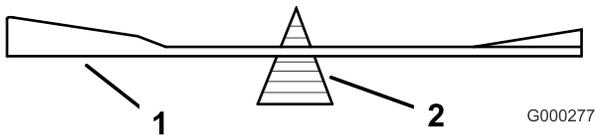
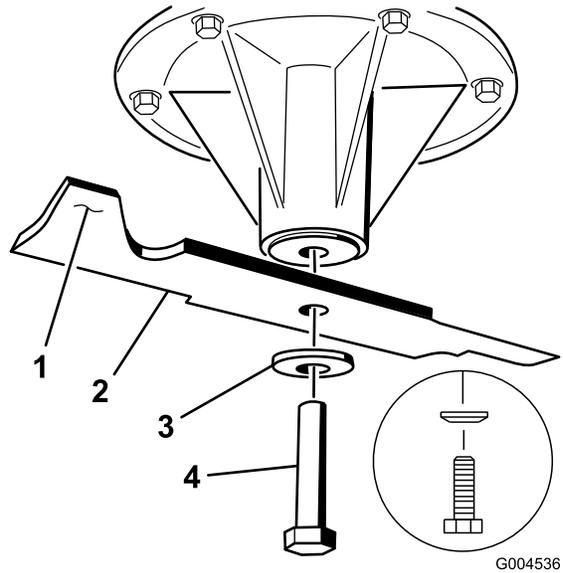

Figure 93
Figure 94
2. Vérifiez l'équilibre de la lame en la plaçant sur un équilibreur (Figure 93). Si la lame reste horizontale, elle est équilibrée et peut être utilisée. Si la lame est déséquilibrée, limez un peu l'extrémité de la partie relevée seulement (Figure 94). Répétez la procédure jusqu'à ce que la lame soit équilibrée.
1. Placez la lame sur l'axe (Figure 94).
2. Installez la rondelle élastique et le boulon de la lame. Le cône de la rondelle élastique doit être dirigé vers la tête du boulon (Figure 94). Serrez le boulon à un couple de 115 à 150 Nm (85 à 110 pi-lb).